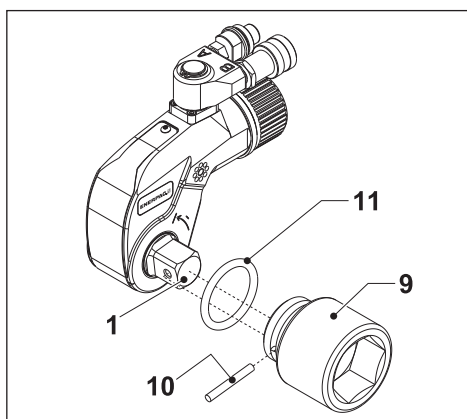

Figura 4
- Per serrare i bulloni, installare l'albero di trasmissione nella posizione illustrata nella figura 4.